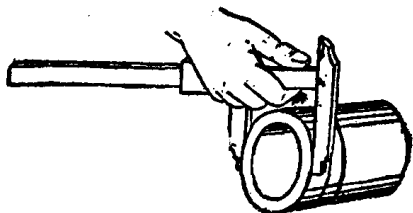

图7 一种测量外径的错误方法
(4) 在测量外部尺寸和读取尺寸以后, 最好先把活动量爪移开, 再从工件上取下游标卡尺, 切不可从工件上猛力抽下游标卡尺(如图7)。在利用量爪测量孔的直径时, 把游标卡尺的量爪在孔内猛力转动和摆动是错误的, 是不允许的, 这样会使量爪的测量面很快地磨损, 影响它的精度。